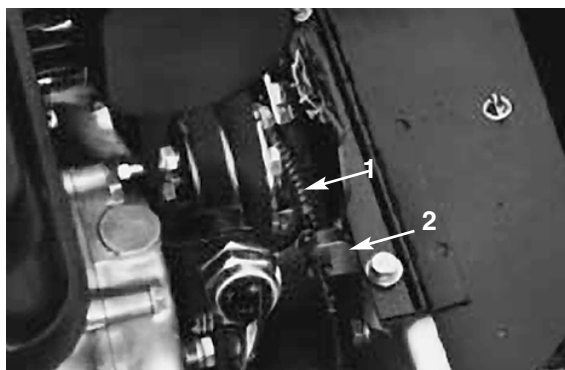

Fig. 36
2. Allentare l'ancoraggio che fissa il coperchio della cinghia trapezoidale, e girare il coperchio per aprirlo (Fig. 36).